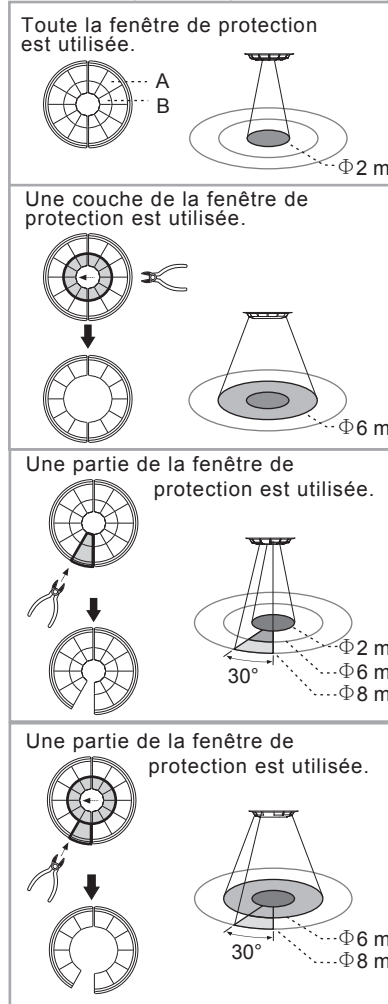

FIG. 24
4.2.3.2 Après avoir choisi la zone de détection requise, retirer les parties de la fenêtre qui ne sont plus nécessaires (voir FIG. 24).
- La zone grisée dans la FIG. 24 correspond à la zone de détection exposée en fonction des parties retirées de la fenêtre de protection.